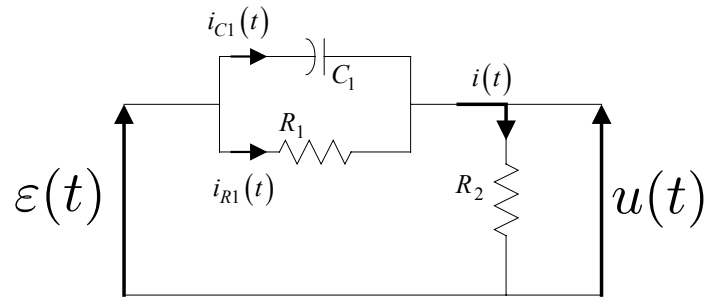

FIG. 2 –
- Dans la maquette, le correcteur par avance de phase est implémenté sous la forme d'un circuit passif schématisé à la Figure 2 ci-dessous. La fonction de transfert correspondant à ce circuit est :